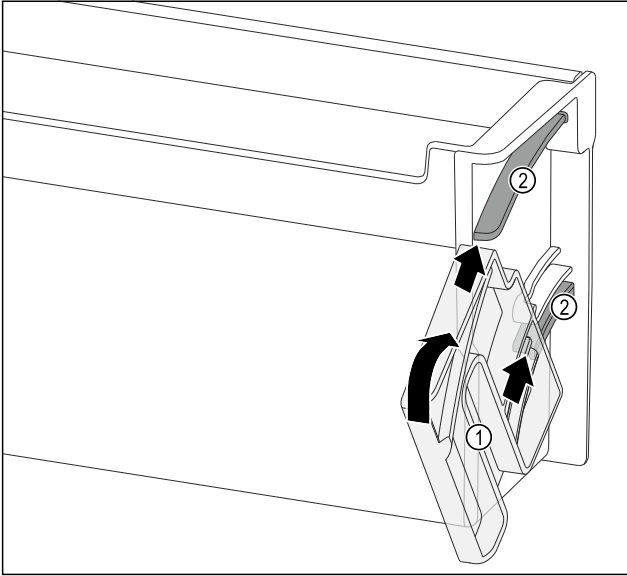

Fig. 120
- Çevirme ünitesini Fig. 120 (1), çıkıntılar tam kapı rafının kılavuz kanallarının Fig. 120 (2) karşısına gelecek şekilde yerleştirin.
- Çevirme ünitesini Fig. 120 (1) belirtilen yönde çevirin.